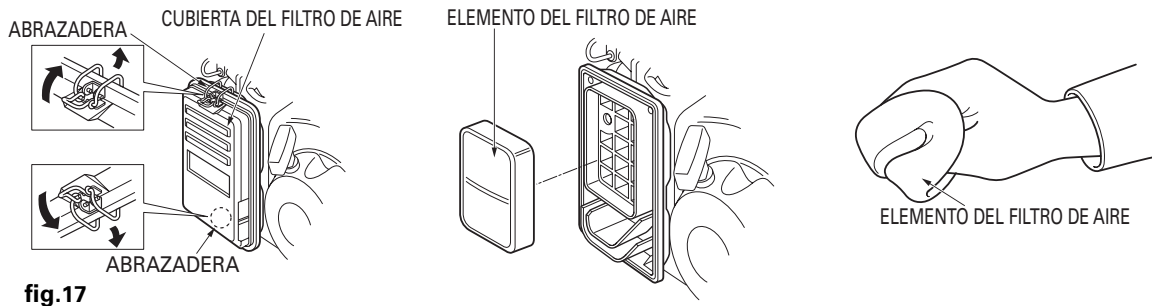

fig.17
1. Abra las abrazaderas de la cubierta del filtro de aire, retire la cubierta del filtro de aire, y retire el elemento según se muestra en la Fig. 17.
3. Empape el elemento en aceite de motor limpio y elimine el exceso de aceite exprimiendo según se muestra en la Fig. 17. El motor emitirá humo durante el arranque inicial si queda mucho aceite en el elemento.